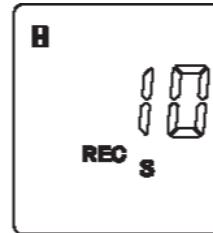

Рис.5
7. Для установки интервала времени между записями ячеек (на дисплее мигают значки «REC» и «S» и « ») используйте клавиши **▼** и **HOLD** возможно установить от 1 до 60 секунд. (Рис.5) Время задержки устанавливается для более удобного расположения датчика и получения более точных показаний.